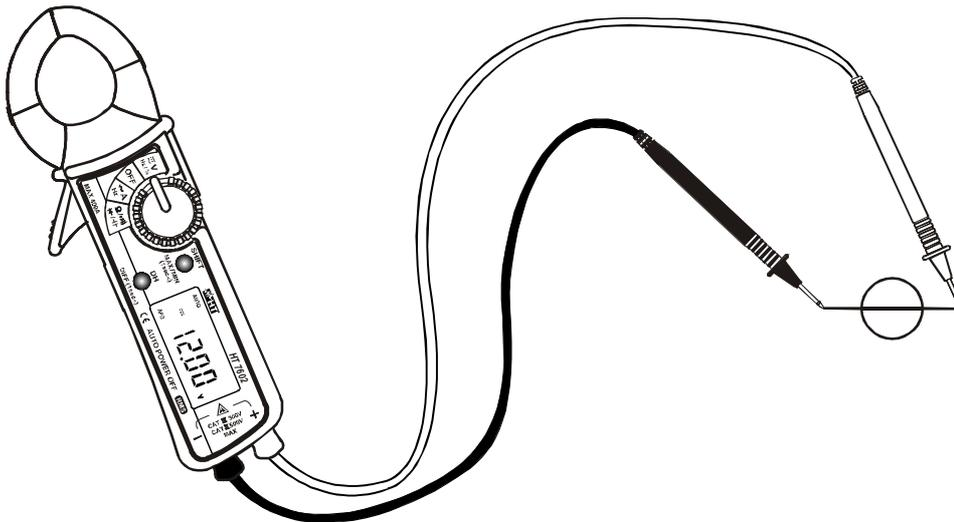

Abb. 2 DC Spannungsmessung
3. Verbinden Sie die rote Messleitung mit der + Buchse, und die schwarze Messleitung mit der - Buchse. (siehe Fig.2)